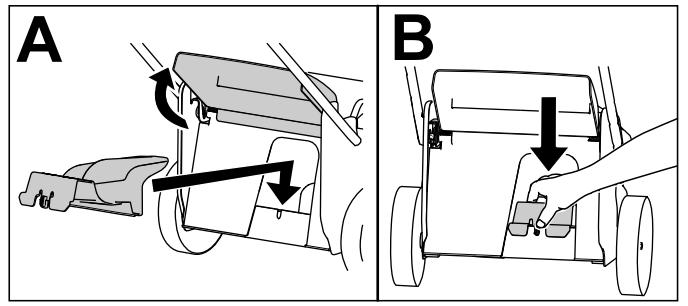

Figure 15
**Important:** Vérifiez que l'obturateur arrière est verrouillé en place. Pour verrouiller l'obturateur, soulevez le déflecteur arrière (A de Figure 15) et enfoncez-le fermement jusqu'à ce qu'il soit bien en place (B de Figure 15).